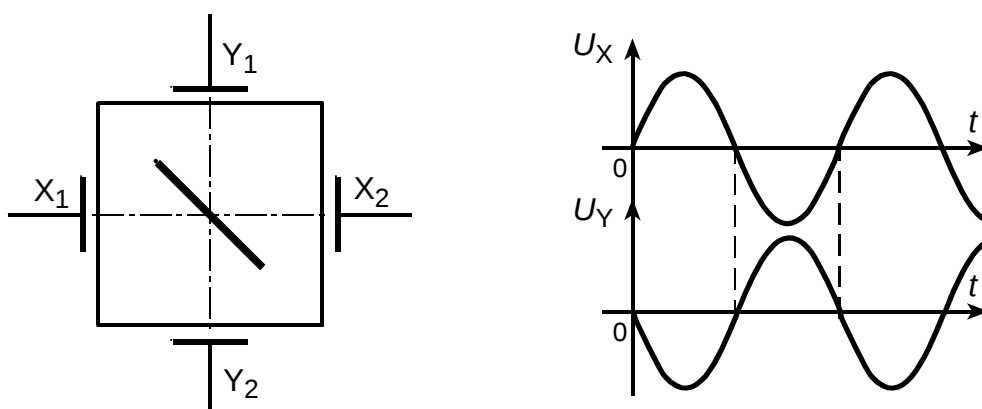

Рис. 4. Изображение на экране ЭЛТ при подаче на ОП противофазных сигналов
5. Если на обе пары ОП подать противофазные напряжения, то на экране электронный луч сформирует линию, проходящую через центр экрана по углом минус  $45^\circ$  (рис. 4).